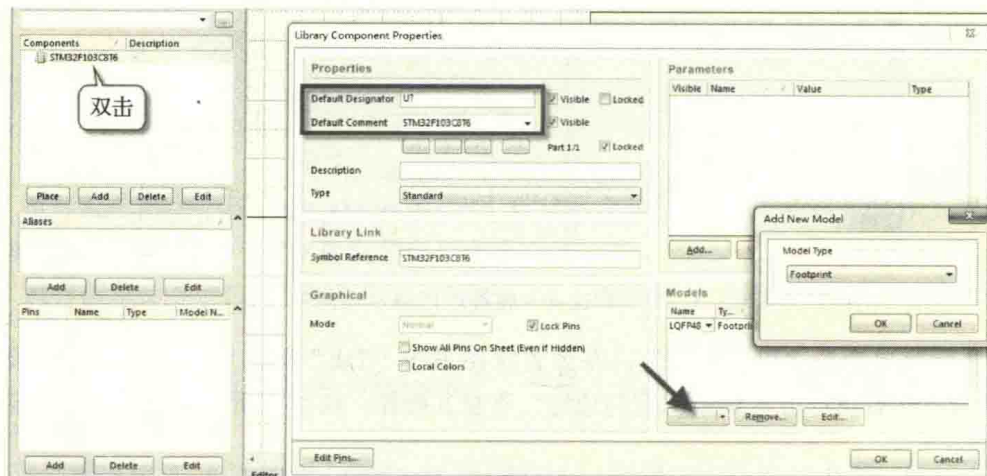

图 12-7 元件属性设置
- (4) 在元件库面板中双击该元件名称，对所创建的主控芯片的元件属性进行设置，如图 12-7 所示。
- ① Default Designator: 设置为芯片常用位号“U?”。
- ② Default Comment: 填写好芯片的型号值“STM32F103C8T6”。
- ③ Models: 单击“Add...”按钮，添加 PCB 封装模型，命名为“LQFP48”。